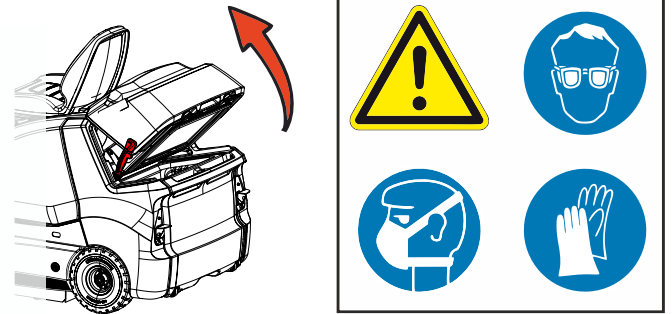

Abb. 40
- Filterdeckel anheben bis dieser im Kulissenblech einrastet. (Abb. 40)